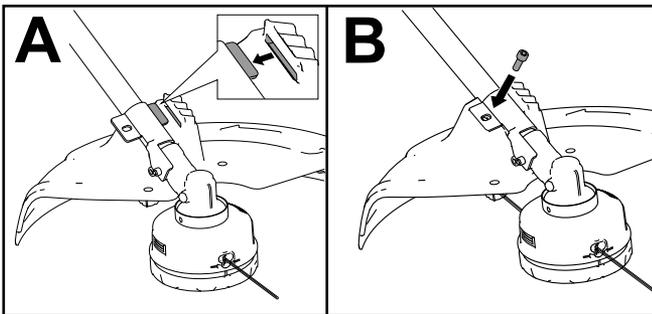

Figure 4
1. Placez le déflecteur de sorte que la languette sur le support s'engage dans la fente (A de la Figure 4).
2. Installez et serrez la vis à tête creuse pour fixer le déflecteur au support (B de la Figure 4).